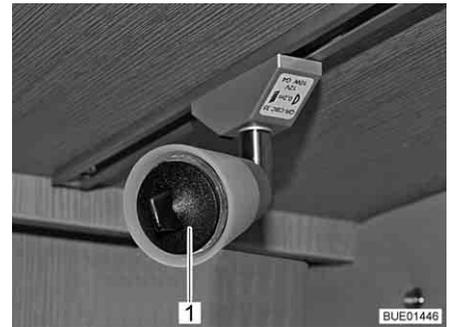

Fig. 239 Ventosa para troca da lâmpada
- ▷ Como ajuda para trocar a lâmpada vai junto uma ventosa (Fig. 239,1).